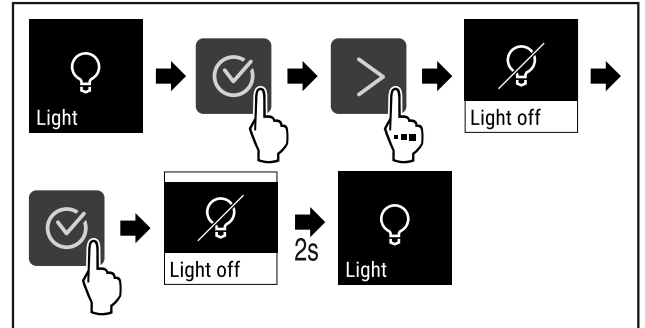

Fig. 67
- ▶ Obavite korake postupka (pogledajte Fig. 67).